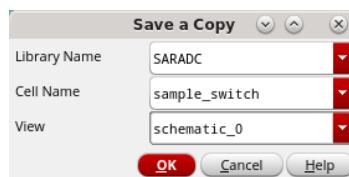

图 68 保存 Schematic 代码
- 在修改原理图之前先对当前的 CellView 进行保存。在 Schematic 视图中，按键盘上的 `ctrl + s` 键，在弹出的对话框中，将 View 属性栏中的 `schematic` 改为 `schematic_0`，如图 68 所示。点击 OK 按钮。